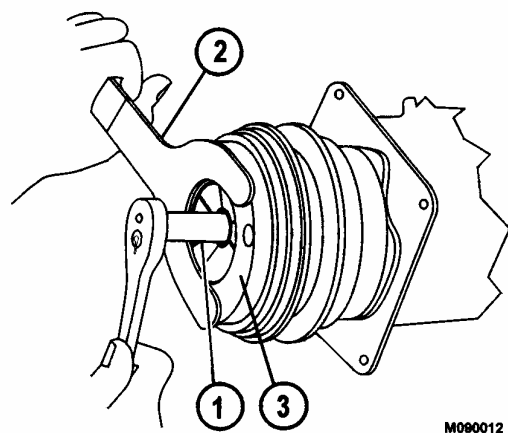

FIGURA 4-18.
7. Use el alicates del anillo de retén (3, Figura 4-18) para sacar el anillo de retén de la polea (2) de la polea (1).